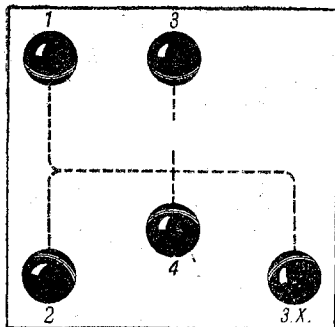

Рис. 6. Схема положений рычага управления коробкой перемены передач
5. Переключать передачи согласно схеме на рис. 6.